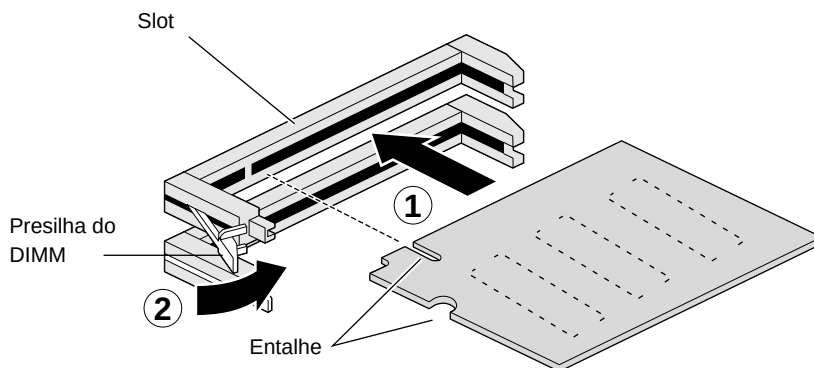

Figura 3-5 Inserindo o DIMM no slot
9. Coloque o DIMM no slot, com cuidado, antes de aplicar qualquer pressão para encaixá-lo. O DIMM possui um entalhe para que a inserção seja feita corretamente, como mostrado Figura 3-5. O DIMM fica bem instalado quando é inserido de maneira adequada.